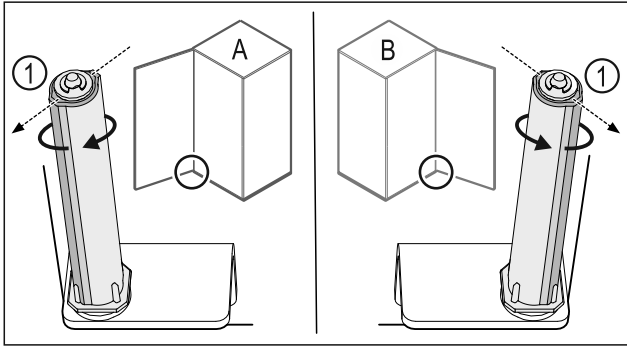

Fig. 37 Tope izquierdo (A) / tope derecho (B)
- Girar el sistema de cierre contra la resistencia hasta que el alma del sistema de cierre Fig. 37 (1) apunte hacia afuera.